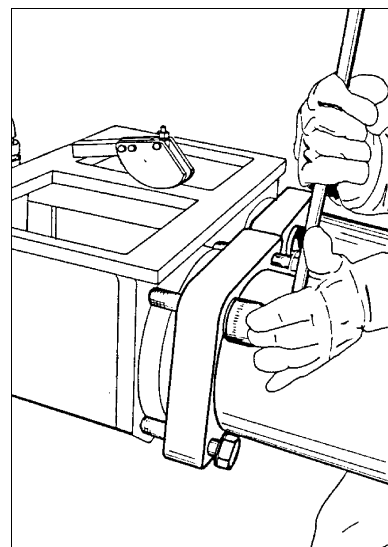

Fig. 1
- Retire la tapa del depósito de agua (Fig. 1).